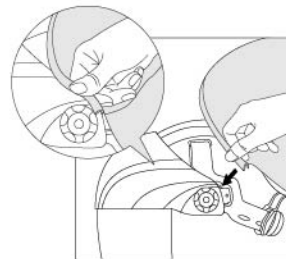

fig.18a
Étape 1 : Insérez la couche d'étanchéité en forme de U dans le bord de la coque du masque de protection. Utilisez le pouce pour appuyer sur le bord de la couche d'étanchéité afin de la fixer dans la coque du masque de protection (voir fig.18a).